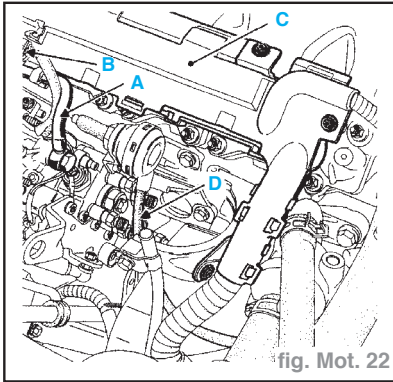

fig. Mot. 22
- le tuyau d'alimentation et de retour (A) de gazole (fig. Mot. 22),
- le connecteur (B),
- l'écran plastique (C),
- le câble de ralenti accéléré ou, si le véhicule est équipé d'une climatisation le tuyau (D) de commande du poumon pneumatique,
- les deux vis de fixation du support arrière (E) sur le bloc moteur.
- le protecteur plastique (G) pour une version avec climatisation (fig. Mot. 22 bis)
- le carter de poulie de pompe (H).
fig. Mot. 22 bis